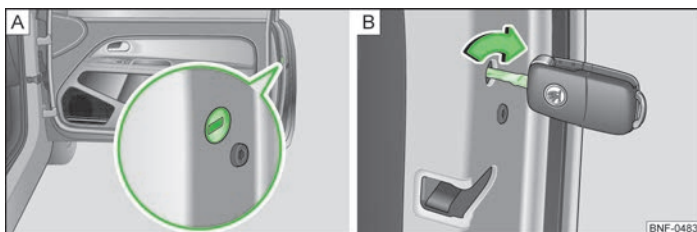

Fig. 15 Încuierea de urgență a portierelor
Pe partea frontală a portierelor care nu sunt prevăzute cu butuc de închidere, se găsește un mecanism pentru încuierea de urgență » fig. 15 - A, care este vizibil numai după deschiderea portierei.
► Introduceți cheia în fanta » fig. 15 - A și rotiți-o, în cazul portierei dreapta, în poziție orizontală, în sensul acelor de ceasornic » fig. 15 - B și, în cazul portierei stânga, în sens opus acelor de ceasornic.